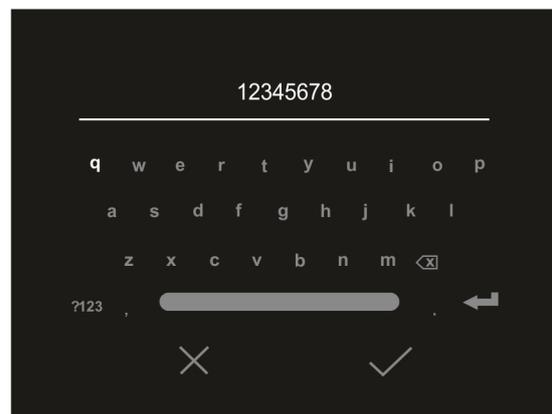

Fig. 18: Definizione SSID e Password del collegamento WiFi
3. Toccare la voce “SSID” per definire un identificatore ID personalizzato della connessione WiFi. La videata di Fig. 18 – parte sinistra è mostrata a display
5. Toccare la voce “Password” per definire la Password personalizzata della connessione WiFi (default “12345678”). La videata di Fig. 18 – parte destra è mostrata a display